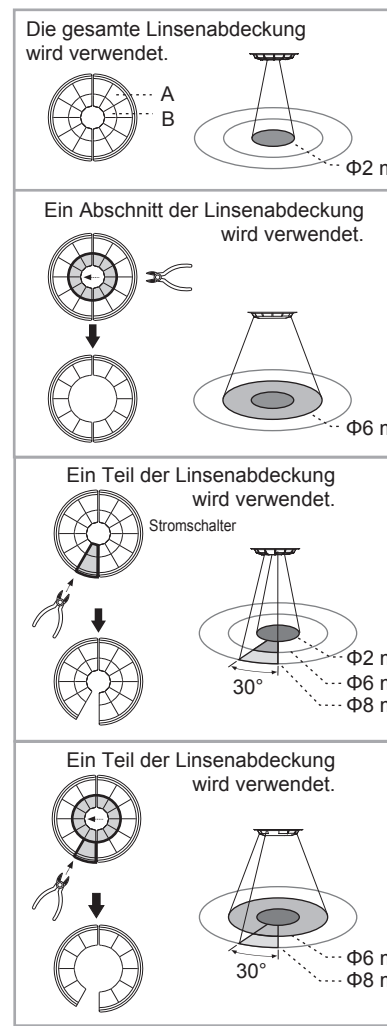

ABB. 24
4.2.3.2 Entfernen Sie nach erfolgter Auswahl des gewünschten Erfassungsbereichs die nicht länger benötigten Sektionen der Linienabdeckung (siehe ABB. 24).
- Der schattierte Teil von ABB. 24 zeigt den Erfassungsbereich, der durch das Entfernen von Sektionen der Linienabdeckung freigelegt wird.